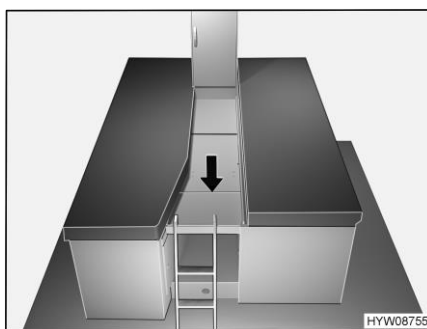

Fig. 73 Préparer la rallonge latérale de lit
- Déplier la rallonge latérale de lit et la poser entre les lits simples comme représenté à la Fig. 73.